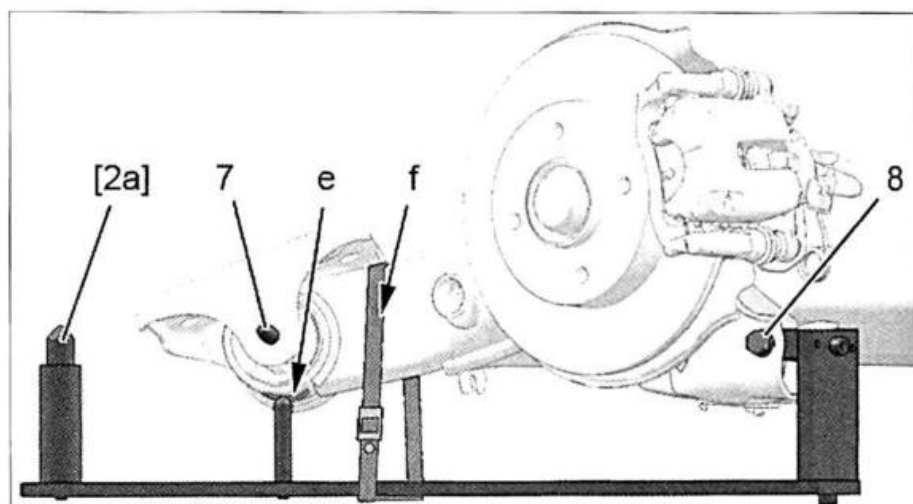

FIG. 39
- En ambos lados (fig. 39):
- aflojar el tornillo (7)